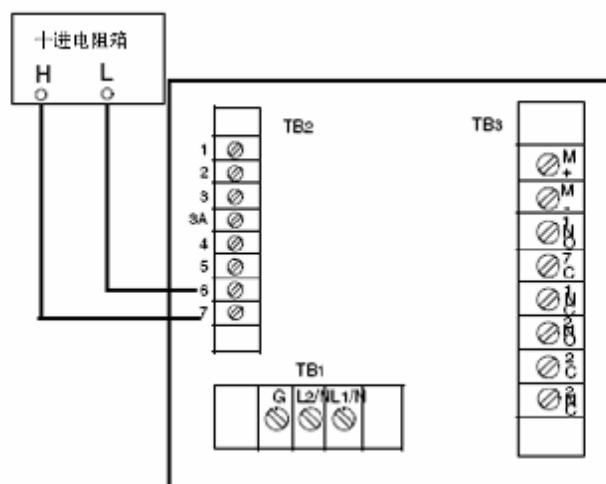

图 18. RTD 温度电子件模拟（所示为塑料壳体）
2. 在传感器端子 6 和 7 之间连接精密的 100 Ω 电阻。参见图 18。